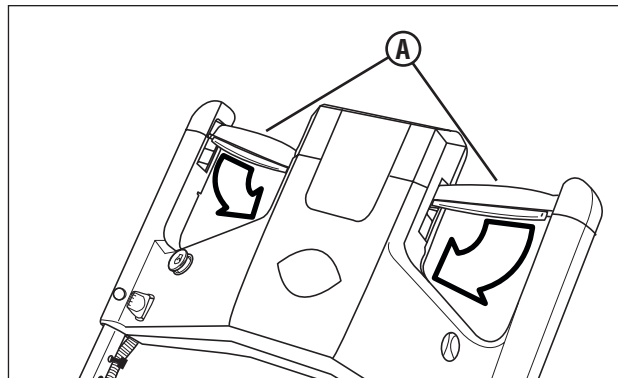

Figure 4 : Propulsion de la tondeuse
2. Pousser lentement la commande d'entraînement (**A**, Figure 4) vers l'avant et vers l'intérieur pour propulser la tondeuse. On augmente la vitesse en poussant plus loin la commande d'entraînement.